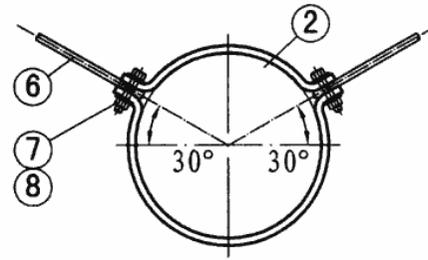
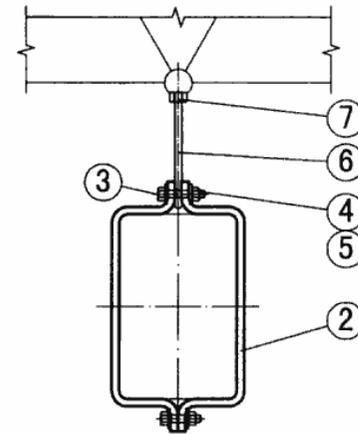
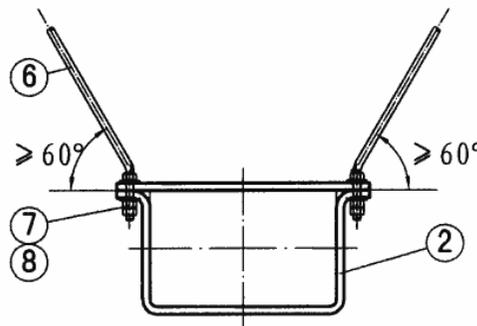

图7
图3
图5
2. 图1、图2、图3、图7均采用吊钩连接，其做法见“吊钩图”。
4. 图1、图2、图3、图5、图6、图7均采用吊钩连接，其做法见“吊钩图”。